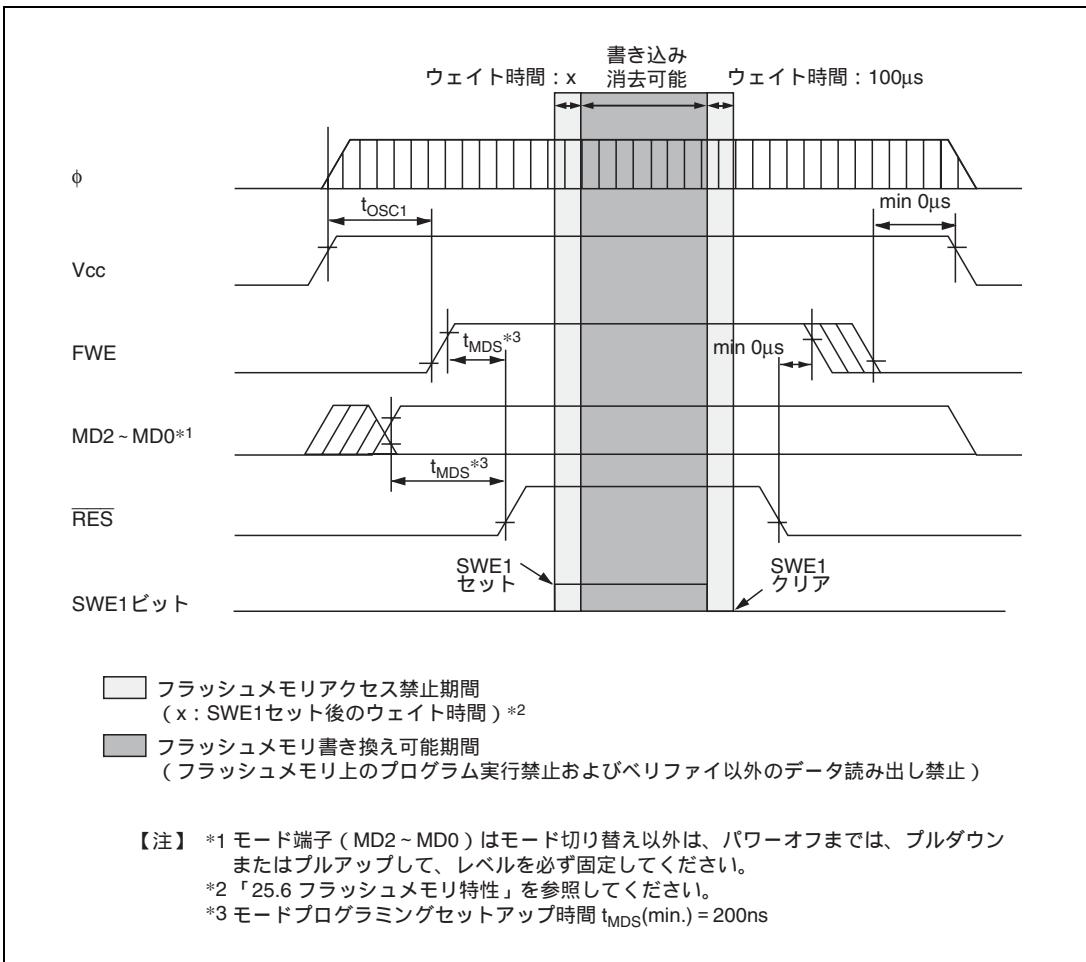
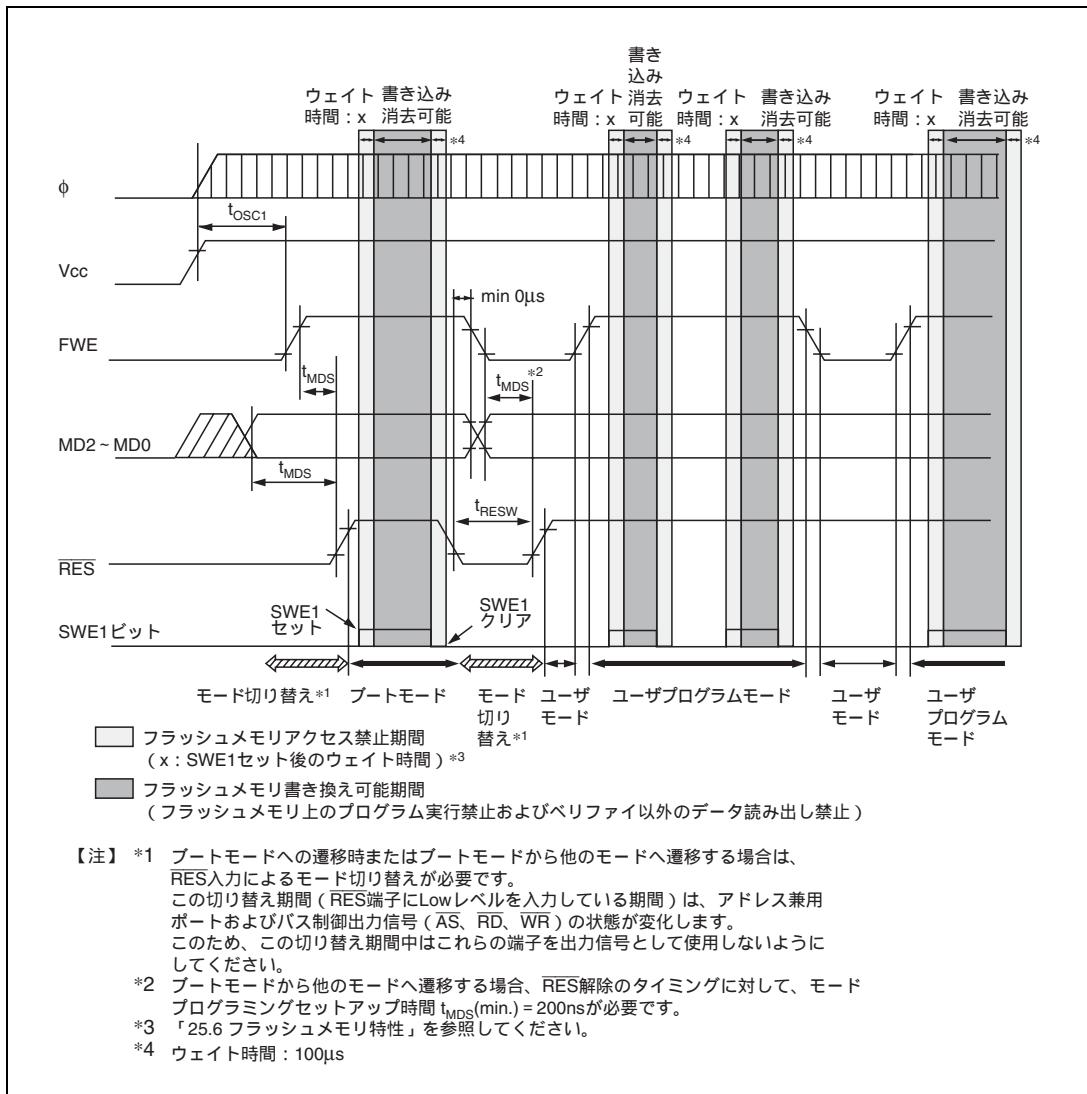

図 22.19 電源投入 / 切断タイミング (ブートモード)
図 22.21 モード遷移タイミング（例：ブートモード ユーザプログラムモード）
(2) 電源投入 / 切断時の注意 (図 22.19 ~ 図 22.21 参照)
(3) FWE の印加 / 解除の注意 (図 22.19 ~ 図 22.21 参照)